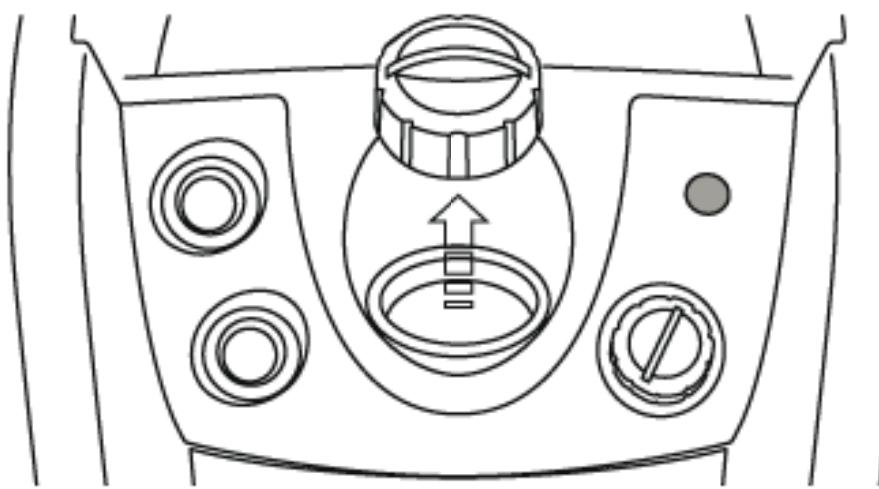

Fig. 3
- El depósito (J) contiene agua sin presión y, por tanto, se puede llenar en cualquier momento. Esto significa que se puede planchar sin interrupciones.
- Abrir la tapa de la boca de llenado (Fig.3)